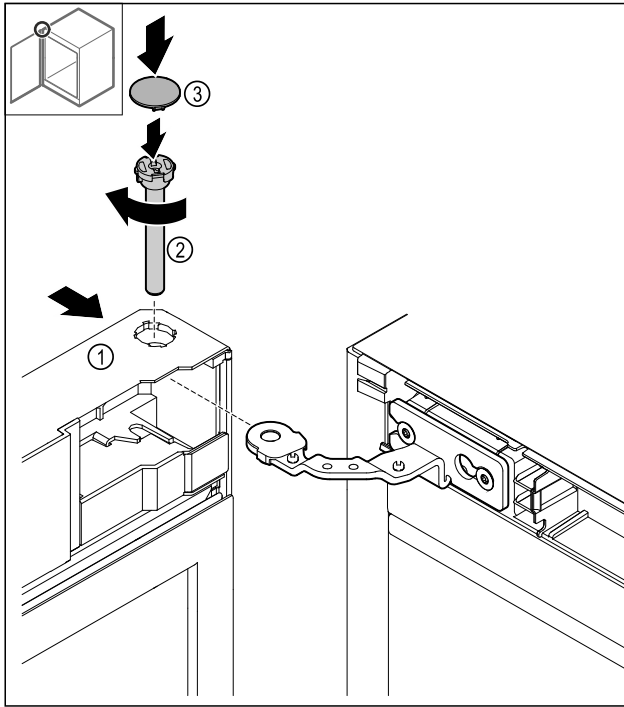

Fig. 47
- ▶ Насуньте двері Fig. 47 (1) на шарнір у напрямку згори донизу.
- ▶ Вставте палець Fig. 47 (2) і затягніть його за годинниковою стрілкою.
- ▶ Установіть кожух Fig. 47 (4).